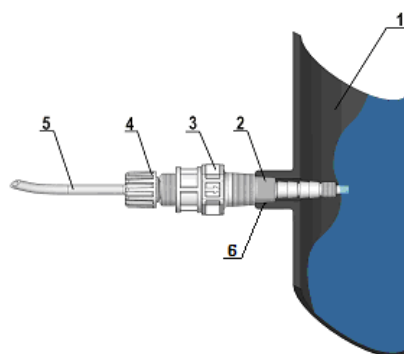

Fig. 7 - Montaje del racor
Tanto en el tubo de impulsión como en el de aspiración, evite curvas excesivas con el fin de evitar estrangulamientos en el tubo. Aplique en el conducto de la instalación que hay que tratar, en el punto más idóneo para efectuar la inyección del producto que hay que dosificar, un racor de 3/8" o 1/2" gas hembra. Este racor no se incluye en el suministro. Enrosque la válvula de inyección en el "racor de junta" utilizando cinta de PTFE, véase la Fig. 7. Conecte el tubo en la conexión cónica de la válvula de inyección y bloquéelo con la virola correspondiente (4). La válvula de inyección también es una válvula de no retorno.